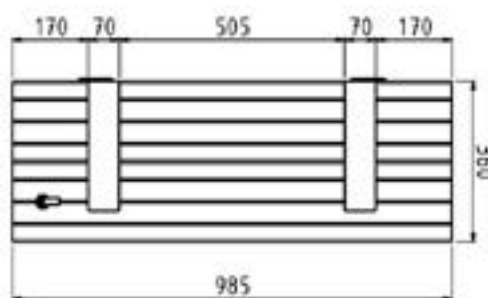

Figure 26 – Assemblage du caillebotis avec verrou
- Fixez la gâche, à l'aide de 2 vis peinture vis peinture 6 × 20 en inox A2 (sachet D) sur la face verticale du renfort le plus proche de la serrure (*Figure 26*), à 20 mm environ du haut du renfort, et de façon à ce que la came vienne se positionner sous le retour de la gâche lorsqu'on la verrouille.